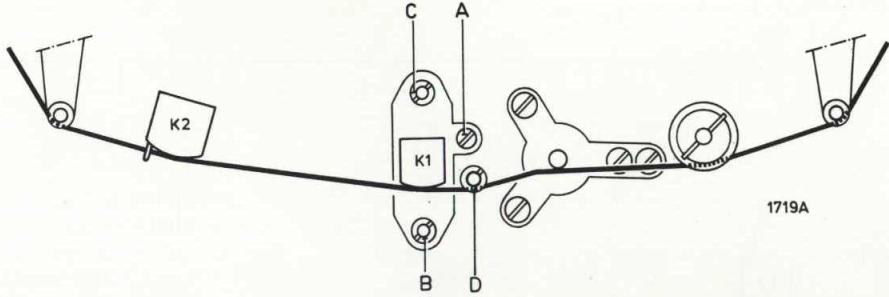

Fig. 9
1. Instelling van de opneem/weergeefkop (zie fig. 9 en 29)
- Plaats de instelmal in het apparaat zoals in fig. 9 is aangegeven.